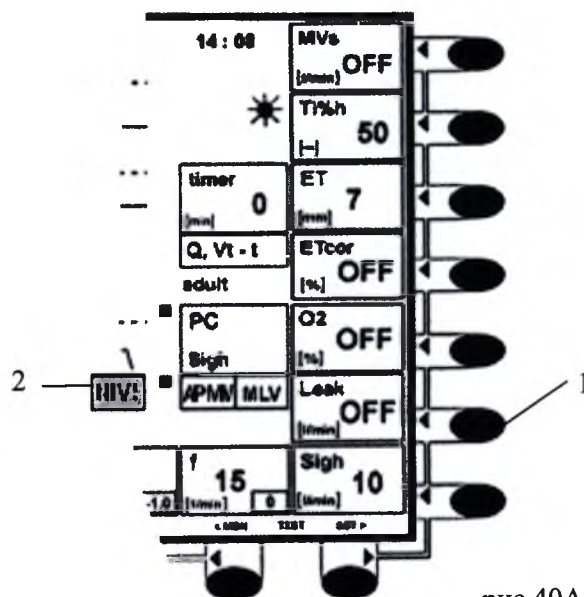

рис.40А
- 2х нажав кнопку «CET», откроется второе субменю поля редактирования, которое отличается от первого субменю коричнево-оранжевым фоном доступных параметров – см. рис. 40.
- Подтверждением ВВОД подтверждается акцептация количества артефициальных дыхательных циклов, после которых приходит углубленный вдох, и в информационном окне (3) изображается знак «Sigh» (при идентификации режима PCV 2level знак «2levelS»). В момент выполнения «глубокого вдоха» появится знак квадрата /4/ коричневого цвета.